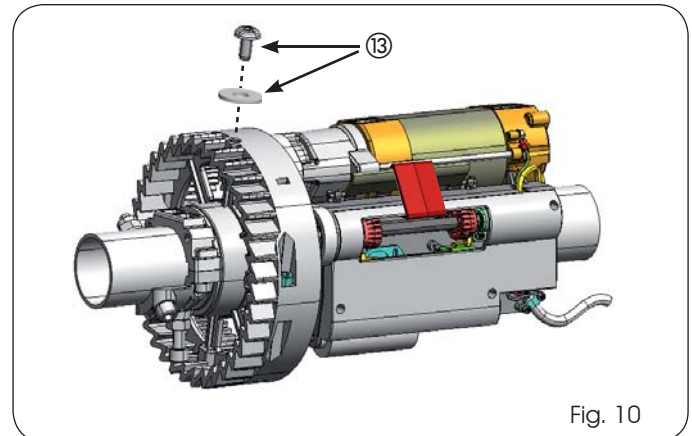

Fig. 10
- Réaliser un trou de 10,5 mm de diamètre sur le rideau au niveau du trou de fixation sur la couronne de transmission. Utiliser ensuite la vis à tête bombée et sa rondelle illustrée dans la Fig. 10 réf. ⑬ pour la fixation définitive du rideau à la couronne.